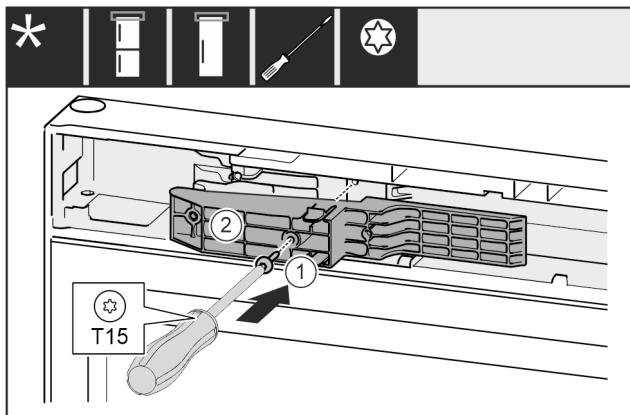

Fig. 50 \*
- ▶ 将把手侧的适配件 Fig. 50 (1) 插入凹槽。\*
- ▶ 将螺钉 Fig. 50 (2) 用螺丝刀拧紧。\*